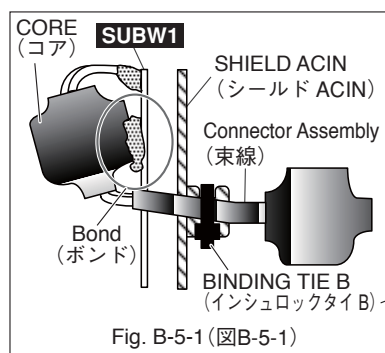
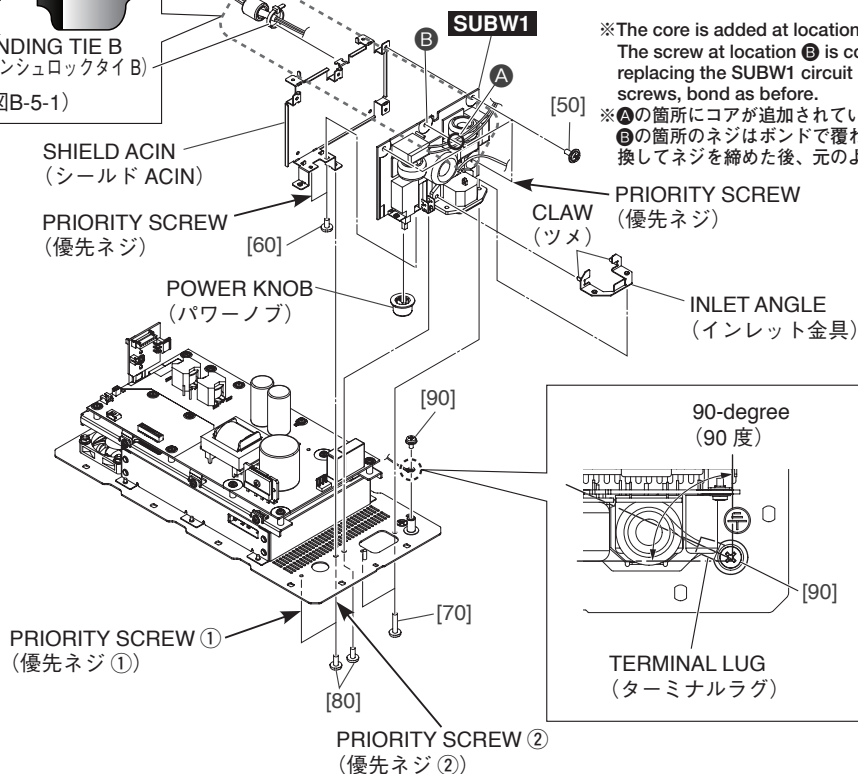

Fig. B-5-1 (図B-5-1)
Fig. B-5 (図B-5)
B-6-4 Remove the two (2) screws marked [70], three (3) screws marked [80] and the screw marked [90]. The shield ACIN can then be removed together with the SUBW1 circuit board. (Fig. B-5)
B-6-4 [70] のネジ 2 本と [80] のネジ 3 本、[90] のネジ 1 本を外して、SUBW1 シートと共にシールド ACIN を外します。(図 B-5)
※ シールド ACIN を取り付けるときは、優先ネジ 2 本を図に示す順番で先に締めてください。(図 B-5)
※ [90] のネジを取り付けるときは、ターミナルラグの向きが図の通り 90 度の範囲となるように締めてください。(図 B-5)
- \* **When installing the shield ACIN, first tighten the two (2) priority screws in order as shown in Fig. B-5.**
- \* **When installing the screw marked [90], tighten so that the terminal lug points within the 90-degree range as shown in Fig. B-5.**
B-6-5 Remove the four (4) screws marked [50] and two (2) screws marked [60]. The SUBW1 circuit board can then be removed from the shield ACIN. (Fig. B-5)
\* **Be sure to remove binding tie B. Install as before binding tie B was removed. (Fig. B-5, Fig. B-5-1)**
\* **When installing the SUBW1 circuit board, first tighten the two (2) priority screws as shown in Fig. B-5.**
B-6-6 Remove the power knob from the SUBW1 circuit board. (Fig. B-5)
B-6-7 Straighten the two claws of the inlet angle and remove the inlet angle from the SUBW1 circuit board. (Fig. B-5, Photo B-1)
\* **The power knob and the inlet angle are not parts of the SUBW1 circuit board. When replacing the SUBW1 circuit board, remove the power knob and the inlet angle from the SUBW1 circuit board and install them to the new circuit board. (Fig. B-5)**
B-6-5 [50] のネジ 4 本と [60] のネジ 2 本を外して、シールド ACIN から SUBW1 シートを外します。(図 B-5)
取り付けるときは、インシュロックタイ B を取り外す前と同じように取り付けてください。(図 B-5、図 B-5-1)
※ SUBW1 シートを取り付けるときは、図に示す優先ネジ 2 本を先に締めてください。(図 B-5)
B-6-6 SUBW1 シートからパワーノブを外します。(図 B-5)
B-6-7 インレット金具のツメ 2 箇所をまっすぐに伸ばして、SUBW1 シートからインレット金具を外します。(図 B-5、写真 B-1)
※ パワーノブとインレット金具は、SUBW1 シートの構成部品ではありません。SUBW1 シートを交換する際には、SUBW1 シートからパワーノブとインレット金具を取り外して、新しいシートに取り付けてください。(図 B-5)